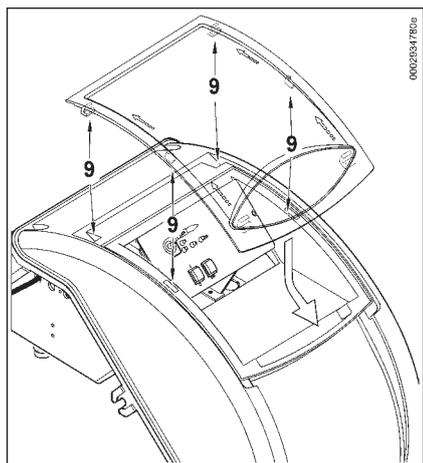

Рисунок 5
- Для правильного расположения прозрачного окошка на щите (рис. 5) поместите крюки в соответствующие гнезда (9) и продвигайте окошко в направлении, указанном стрелкой, до тех пор, пока не услышите лёгкий щелчок. Теперь должно уплотнение гарантировано.